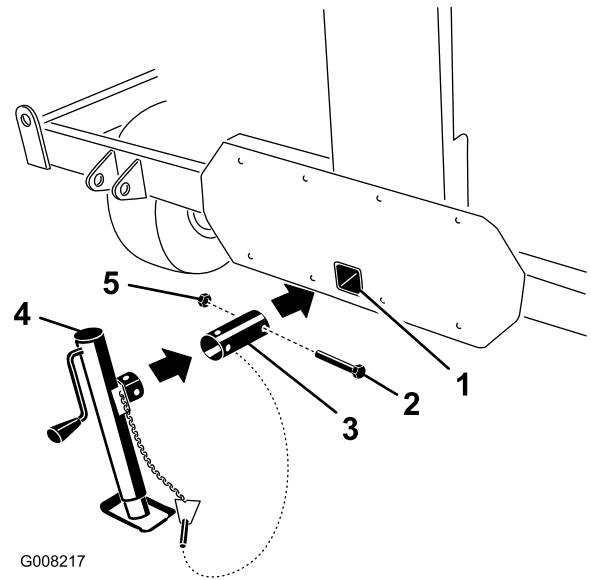

図 8
3. 牽引バー取り付け穴にジャッキスタンドチューブを差し込む 図 8
5. 先ほど外したボルトとナットを使って、チューブをコアプロセッサに固定する 図 8。
6. ジャッキチューブにジャッキスタンドを差し込み、取り付け穴をそろえ、リンチピンで固定する 図 8と 図 9。